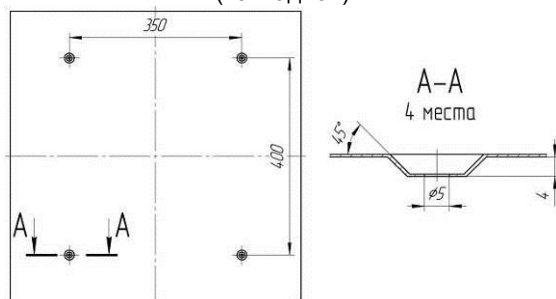

Рисунок 5. Расположение установочных отверстий на корпусе светильника Econex Office 595/S для накладного монтажа.
6.3.1. Для установки светильника в накладном варианте, необходимо отсоединить торцевую панель и аккуратно снять рассеиватель. Надежно закрепить на ровной поверхности корпус светильника при помощи комплекта креплений, габариты для монтажа см. рисунок 5 и 6.